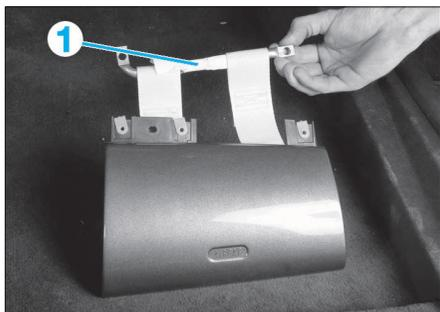

FIG. 16
- les 2 vis de maintien de la barre (1) (Fig.16) puis la dégager.